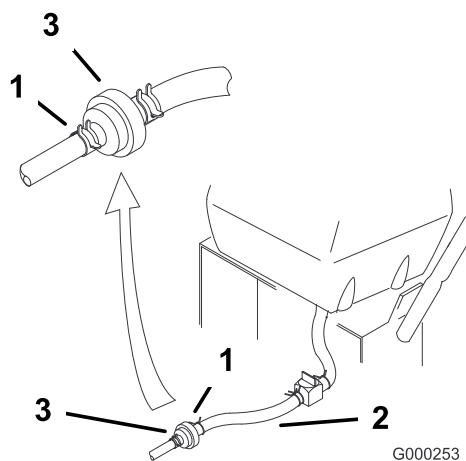

Figure 37
4. Pincez les extrémités des colliers et faites glisser ceux-ci pour les éloigner du filtre (Figure 37).